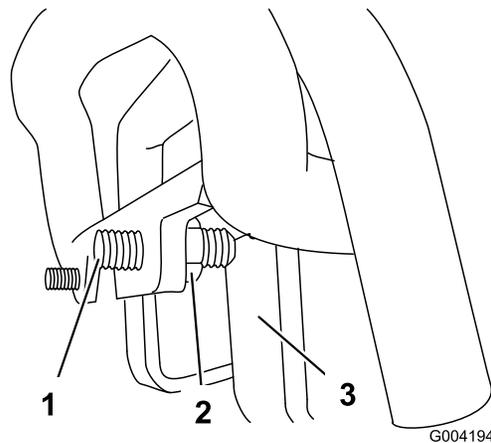

Рисунок 57
3. Если тяговый блок отклоняется **влево**, ослабьте **правую** контргайку и отрегулируйте винт настройки центрирования в передней части рычага управления тягой (Рисунок 57).
4. Если тяговый блок отклоняется **вправо**, ослабьте **левую** контргайку и отрегулируйте винт настройки центрирования в передней части рычага управления тягой (Рисунок 57).